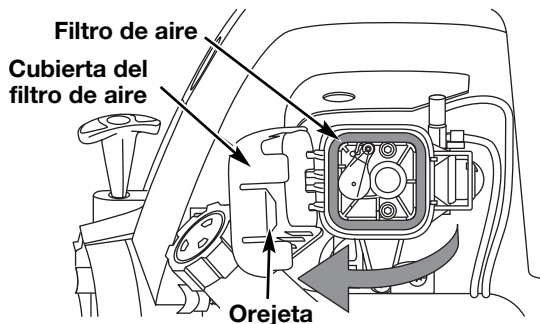

Fig. 27
1. Abra la cubierta del filtro de aire. Empuje hacia adentro la orejeta del lado derecho de la cubierta, y extraiga la cubierta del filtro de aire hacia afuera y hacia la izquierda (Fig. 27).
2. Retire el filtro de aire (Fig. 27).